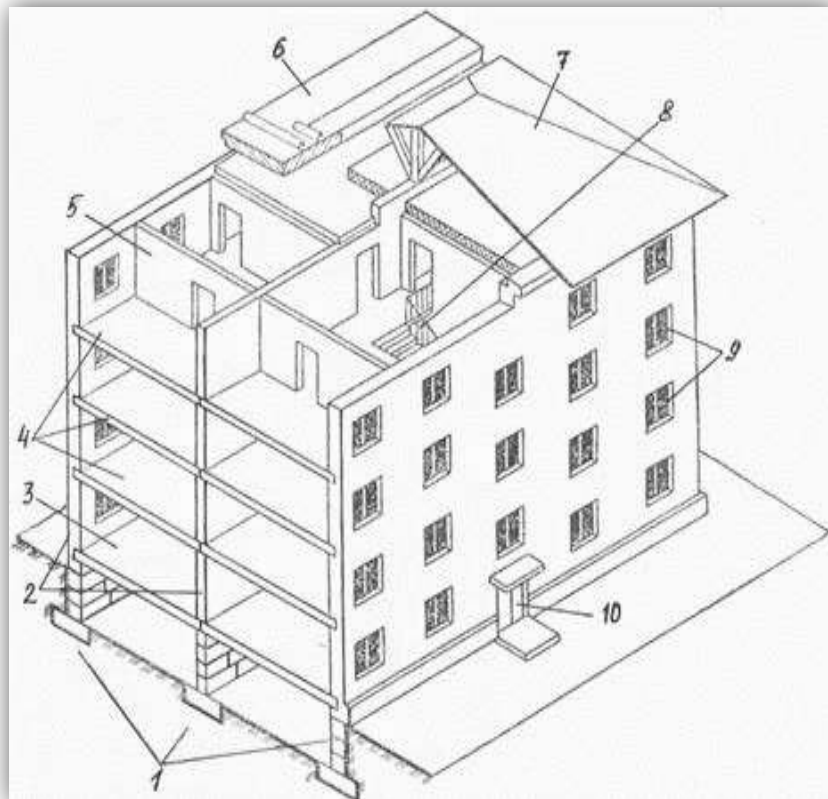
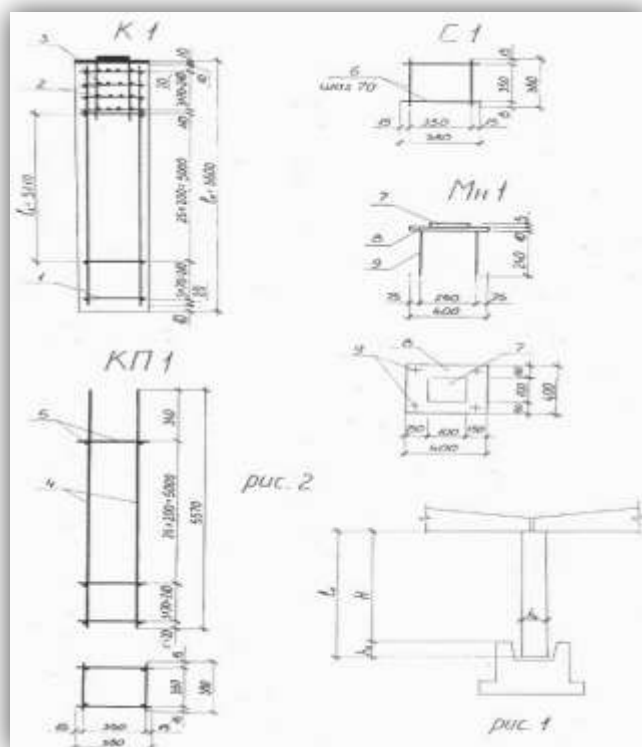

Рис.3. Конструктивные элементы гражданского здания
Рис. 1. Ведомость расхода стали на колонну
1.8 Конструирование колонны (рис.1, 2).
Сборочные единицы Детали Материалы В раздел «Сборочные единицы» записывают арматурные каркасы, сетки, закладные детали. В раздел «Детали» записывают отдельные стержни и детали, состоящие из одного элемента. В разделе «Материалы» указывают класс бетона. В графе «Позиция» указывается номер, присваиваемый данному арматурному изделию или детали. Одинаковые изделия и детали имеют одинаковые порядковые номера. В графе «Масса ед., кг» записывается масса одного изделия (каркаса, сетки, стержня), в зависимости от заполняемой строки. Масса одного стержня определяется следующим образом: 1) по сортаменту выписывается масса одного погонного метра стержня в соответствии с его диаметром; 2) масса 1м умножается на длину данного стержня. Масса сетки определяется с учетом общего количества стержней данного вида, составляющих сетку. При заполнении спецификации и ведомости расхода стали на колонну вес пластин определяется с учетом их объема и удельного веса стали $\rho = 7850 \text{ кг} / \text{м}^3$ При размерах пластины 5 на 100 на 100 ее вес составит: $0,005 \times 0,1 \times 0,1 \times 7850 = 0,39 \text{ кг}.$ Спецификация арматуры на колонну на рис. 3 1.10 Составление ведомости расхода стали. Ведомость расхода стали выполняется по форме, приведенной в приложении. Ведомость расходов состоит из трех разделов: «Напрягаемая арматура» «Изделия арматурные» «Изделия закладные» Так как в контрольной работе рассчитываются элементы, не содержащие предварительно напрягаемой арматуры, то первую графу можно исключить. В ведомость должны быть внесены все классы арматуры, применяемой в конструкции. В каждом классе перечисляются все диаметры арматуры данного класса. В колонке каждого диаметра записывается суммарный вес всех стержней этого класса и диаметра (на всю балку). Ведомость составляется на основании ранее заполненной спецификации арматурных изделий. Ведомость расхода стали на колонну указана на рис. 1.